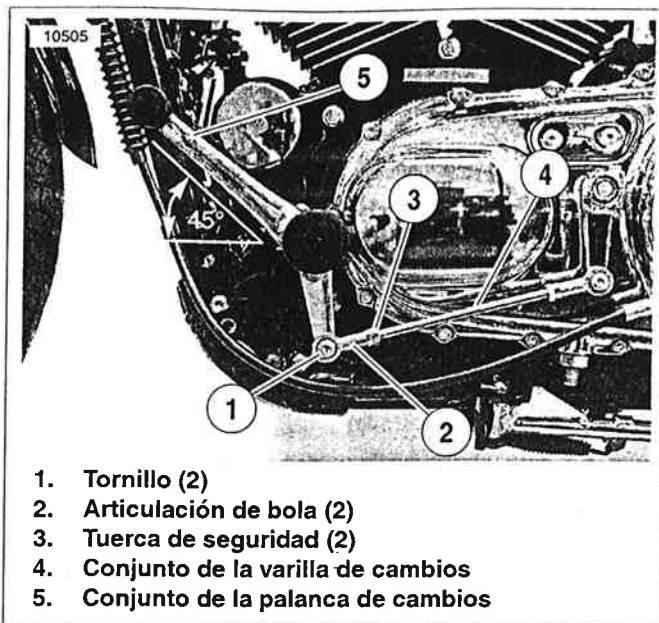

Figura 2-168. Ajuste del pedal de cambios de los modelos XL 883C/XL 1200C
Vea la Figura 2-168. Ajuste el largo del conjunto de la varilla de cambios (4) hasta que el conjunto de la palanca de cambios (5) esté a 45° como se muestra en la figura.
1. Afloje las tuercas de seguridad (3) en ambos extremos de la varilla de cambios.
2. Quite el tornillo (1) que asegura la articulación de bola (2) al conjunto de la palanca de cambios.
4. Cuando el ángulo del conjunto de la palanca de cambios está a 45°, instale el tornillo (1). Apriete a 13,6-20,4 N·m (120-180 lb-pulg.).